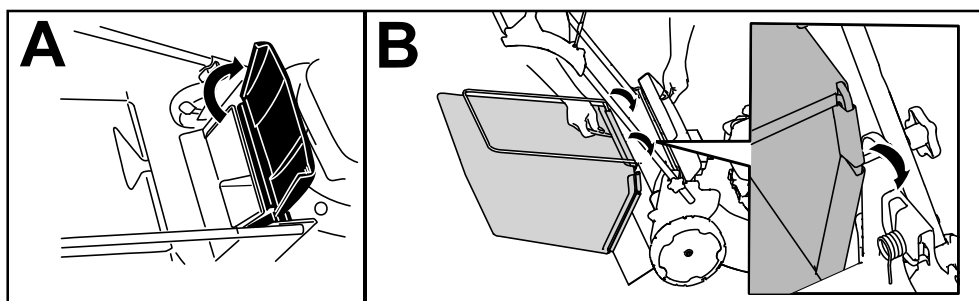

Figure 12
1. Soulevez le déflecteur arrière et maintenez-le dans cette position (A de Figure 12).
2. Montez le bac à herbe en veillant à insérer les ergots dans les crans du guidon (B de Figure 12).